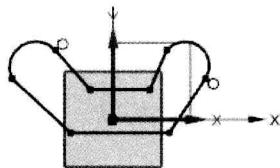

图 2.12.2 绘制草图
Step 3 选择下拉菜单 **插入(I) → 曲线(C) → 轮廓(O)...** 命令, 大致绘制图 2.12.2 所示的草图。